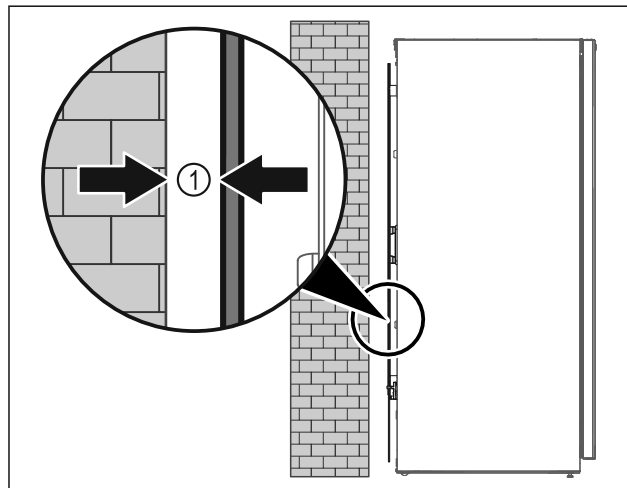

Fig. 50
- Ställ upp apparaten fritt i rummet eller direkt mot en vägg med ett minimiavstånd på 5 mm Fig. 50 (1) från väggen.